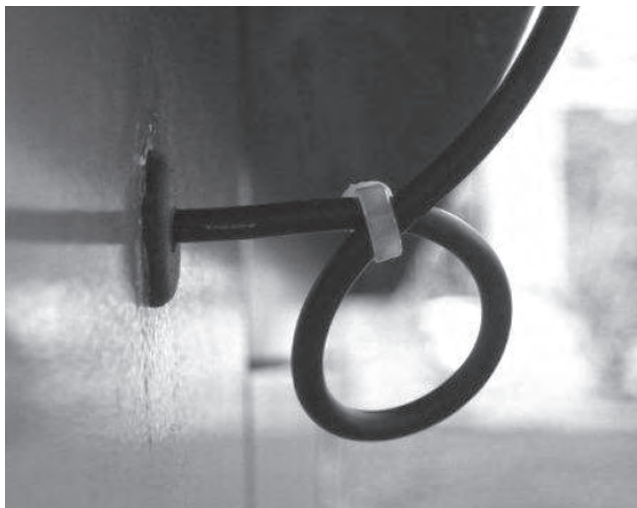

Figure 2
- À l'extérieur du boîtier, faites une boucle et fixez le câble de l'antenne avec une attache (Figure 2) pour aider à empêcher l'eau de pénétrer dans l'unité.